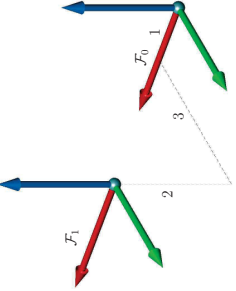

FIGURE 5.7 – Question 5.3.
5.3. Répondre aux différentes questions en rapport avec la figure 5.7 :